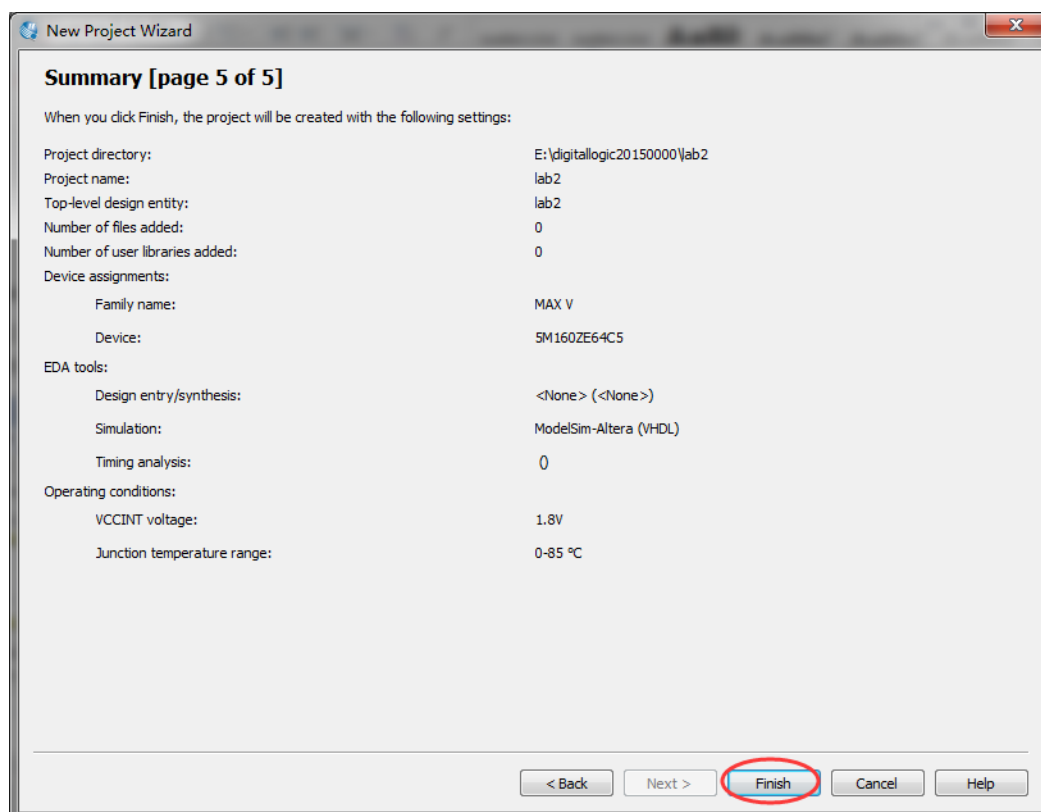

图 3-7：创建新工程（7）
7.到这里，一个工程的基本设置就完成了，接下来会出现如图 3-7 的工程总结界面，点击 finish 完成工程创建。